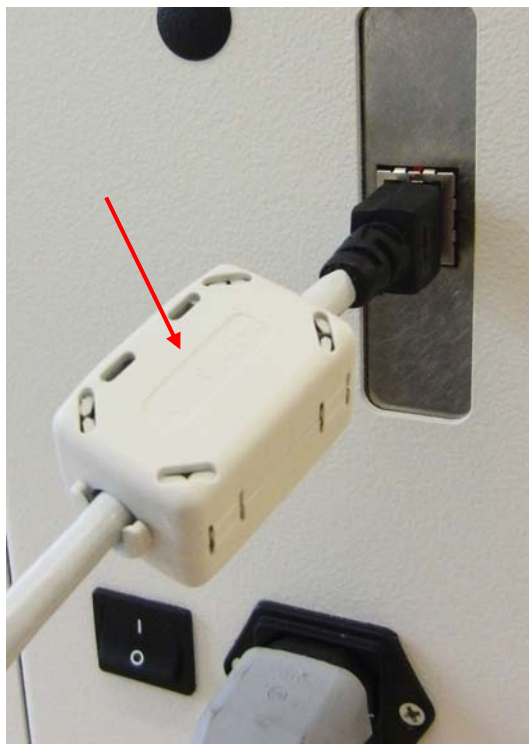

Abbildung 38: Ferritkern
- Bitte befestigen Sie den beigelegten Ferritkern (Teilenummer 9204150F) an dem Ende des Netzwirkables, welches am Drucker angeschlossen wird. Siehe Abbildung 38.